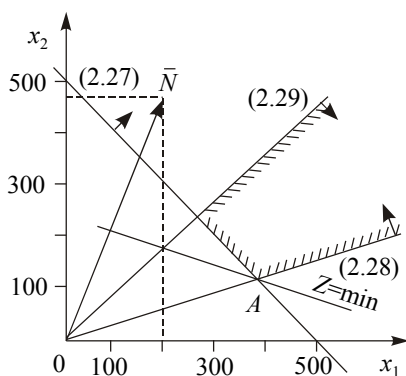

Рис. 4
**Розв'язання.** Графічну інтерпретацію задачі подано на рис. 4. Множина допустимих її розв'язків необмежена. Для вектора  $\vec{n} = (0,4; 0,9)$  можна змінити масштаб, наприклад,  $\vec{n} = (200; 450)$ . Найменшого значення цільова функція  $Z$  досягає в точці  $A$ , що лежить на перетині граничних прямих, які відповідають обмеженням (2.27) та (2.28). Визначимо її координати: